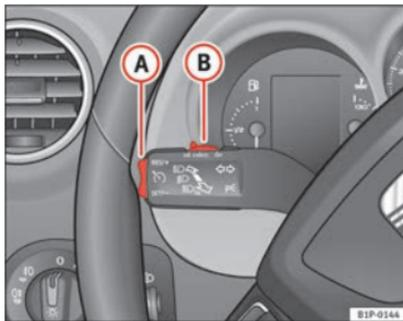

Fig. 132 Leva degli indicatori di direzione e degli abbaglianti: interruttore e tasto di comando del regolatore di velocità
- Quando il veicolo raggiunge la velocità che si vuole poi mantenere, premere sulla parte inferiore del tasto **SET/SET** ⇒ fig. 132 **A** una volta.